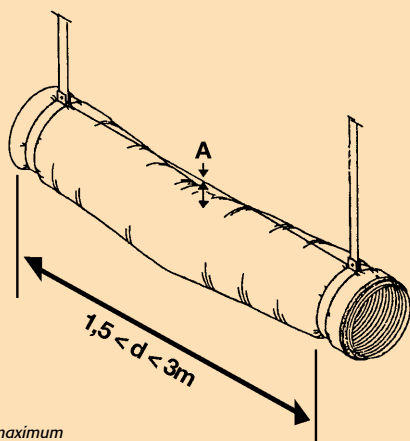

fig. 1
- Effectuer le raccordement par simple emboîtement. Utiliser un raccord mâle (RM) pour l'assemblage entre 2 longueurs.
- La distance entre deux points de fixation peut varier entre 1,5 m et 3 m au maximum. Le fléchissement maximal du conduit entre ces deux points de fixation ne doit pas dépasser 50 mm par mètre de conduit (cf. figure 1).